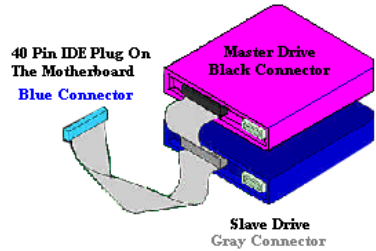

Figure 2-10. How to connect an ATA/66 Cable to the Motherboard
- Verbinden Sie den SCHWARZEN Anschluß mit dem entsprechenden Anschluß auf der Master-Festplatte. Verbinden Sie den GRAUEN Anschluß mit dem entsprechenden Anschluß auf der Slave-Festplatte (sekundäre Festplatte, CD ROM, oder Bandlaufwerk). Bitte schauen Sie sich Abb. 2-10 an.